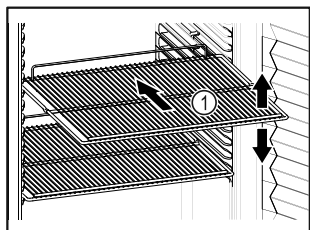

Fig. 56 Voorbeeld
- Indien de legroosters Fig. 56 (1) verplaatsbaar zijn, deze aan de hoogte aanpassen.